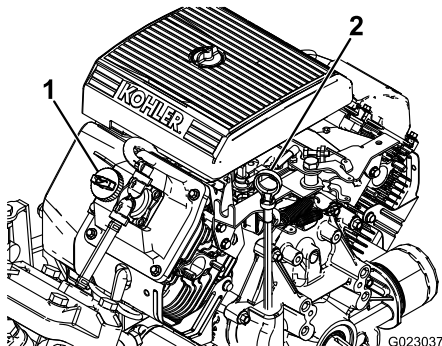

Bild 40
2. Nehmen Sie den Peilstab heraus und wischen Sie ihn mit einem sauberen Lappen ab (Bild 40). Stecken Sie den Peilstab in das Rohr und stellen Sie sicher, dass er vollständig eingeführt ist. Nehmen Sie den Peilstab heraus und prüfen Sie den Ölstand.
3. Wenn der Ölstand niedrig ist, nehmen Sie den Fülldeckel von der Ventilabdeckung ab (Bild 40) und füllen Sie Öl auf, bis der Ölstand die VOLL-Markierung am Peilstab erreicht. Gießen Sie Öl langsam ein und prüfen Sie den Ölstand häufig während des Füllens. Nicht überfüllen.
8. Gießen Sie ungefähr 80 % der angegebenen Ölmenge langsam in den Öleinfüllstutzen (Bild 40).